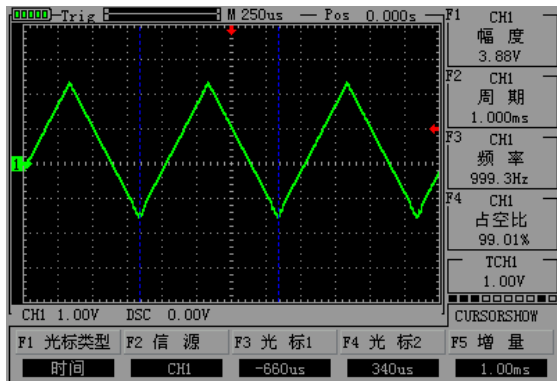
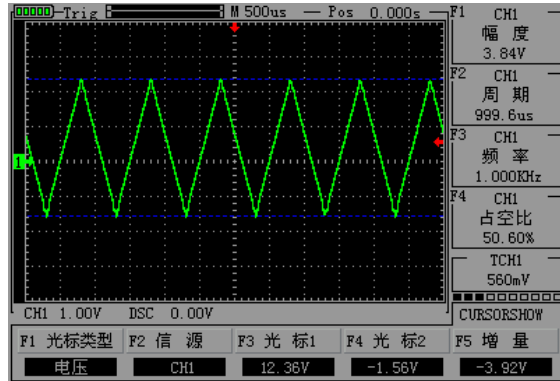

图 4-2 光标测时间
图 4-3 光标测电压
- ① 按下“HORI” 按键以进入主时基光标状态设置。
- ② 按“F1” 键设置光标类型为“电压”，按“F2” 键设置信源为“CH1”。
- ③ 可通过光标显示窗口看到光标 1 和光标 2 所在位置（相对于中间零电压参考水平线）以及增量（光标 2-光标 1 后的压差）。
- ④ 通过“▲”、“▼” 按键来调整光标 2 的位置，“◀”、“▶” 按键来调整光标 1 的位置；且他们的位置变化及增量会在“光标显示” 窗口实时更新显示。如图 4-2、图 4-3